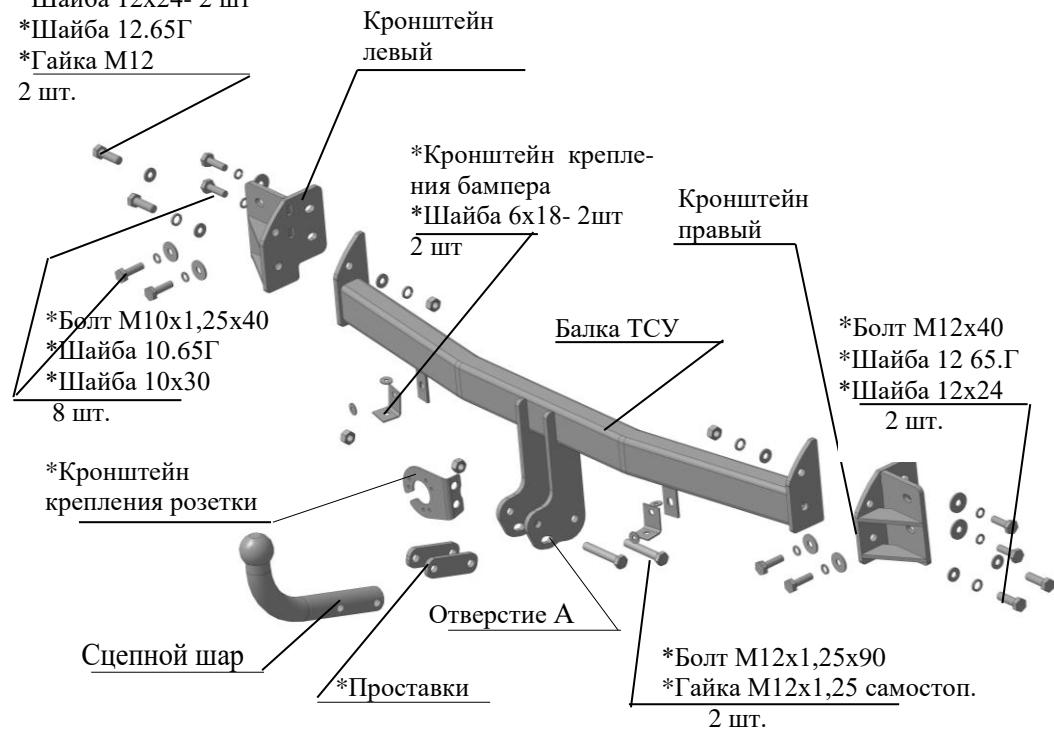

Рис.1 Тягово-сцепное устройство ТСУ 7321.
2.1 ТСУ 7880 в сборе (рис.1)	1 шт.
2.2 Пакет с комплектующими (см. рис.1)+защитный колпак	1+1 шт.
- 4.3 Установить боковые кронштейны ТСУ (левый и правый соответственно рис.1) к лонжеронам а/м, закрепить болтами M10x1,25x40 и крепежом соответственно рис.1. Крепеж не затягивать..
- 4.4 Установить балку ТСУ к боковым кронштейнам , закрепив болтами M12x40 и крепежом соответственно рис.1. Крепеж не затягивать..